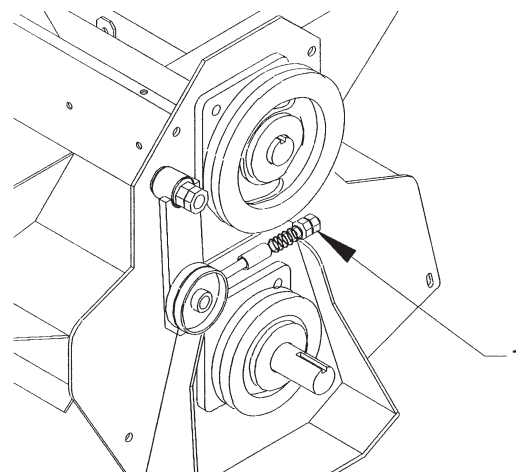

Figura 6
15. Utilizando a porca de ajuste no eixo correição, defina a tensão da correia (ver figura 6).